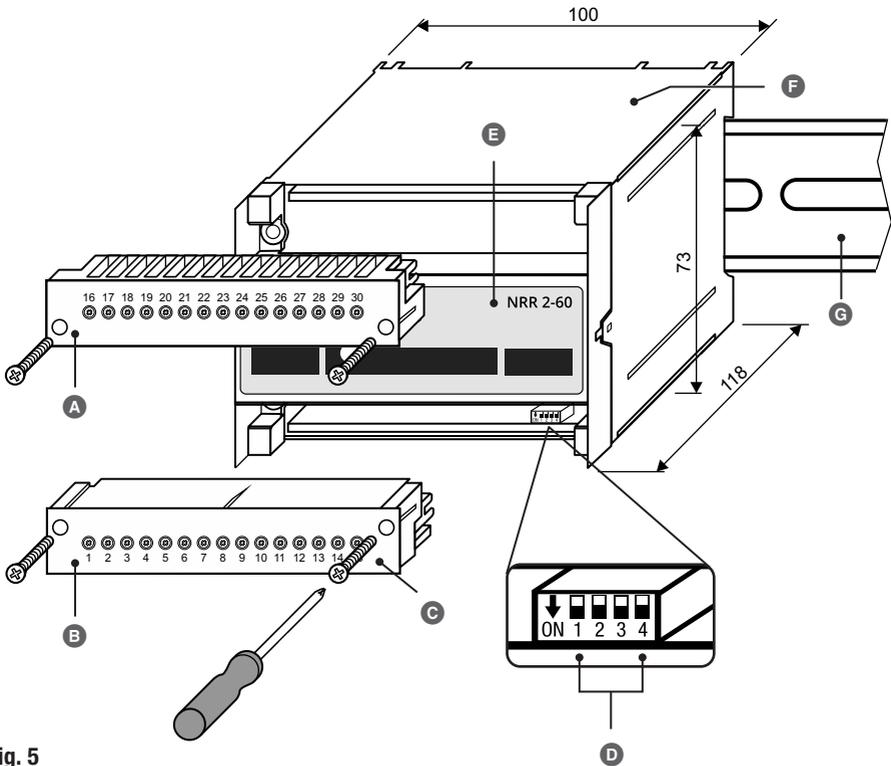

Fig. 5
Bei Bedarf können Sie die Baudrate und die Reglergruppe des Niveaureglers NRR 2-60 am Kodierschalter **D** (siehe **Fig. 5**) jederzeit ändern.
2. Die untere Klemmleiste losschrauben und abziehen, siehe **Fig. 5**.
3. Die gewünschten Einstellungen am Kodierschalter **D** (siehe **Fig. 5**) vornehmen, siehe Seite 23, **Fig. 9**.
Für den Betrieb muss am Kodierschalter **Ⓢ** **Fig. 5** die Reglergruppe und die Baudrate für den Niveauregler festgelegt werden. Durch den Anschluss der verschiedenen Niveauelektroden und die dazugehörige Parametrierung am Bedien- und Visualisierungsgerät URB 60 ergeben sich die gewünschten Reglerfunktionen.